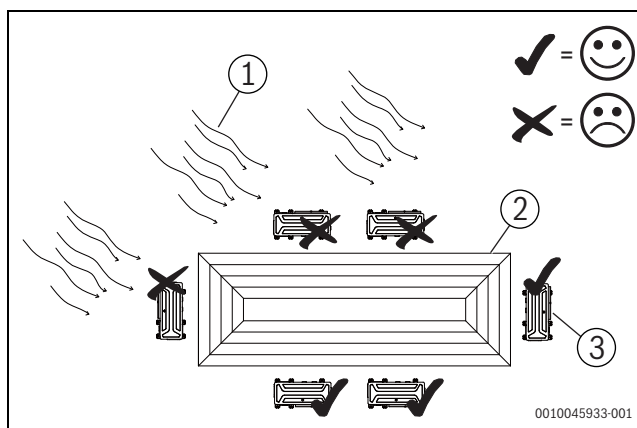

Fig. 77
- ▶ Când o unitate externă este instalată într-un loc care este expus frecvent la vânturi puternice, cum ar fi o coastă sau pe un etaj înalt al unei clădiri, asigurați operarea normală a ventilatorului utilizând o conductă sau un dispozitiv de protecție împotriva vântului (fig. 77)